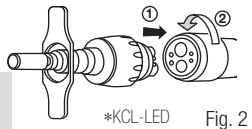

Fig. 2
- *Un strappo di installazione(KCL-LED) (Fig.2)